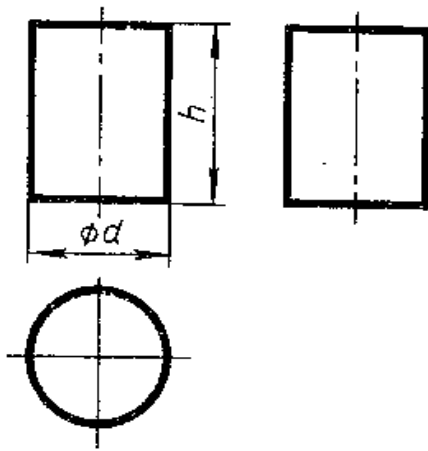

Рисунок 1
**Цилиндр.** Две проекции цилиндра имеют форму равных прямоугольников, третья - окружность. Проекция имеет форму окружности на плоскости проекций, параллельной основанию цилиндра (рисунок 1).